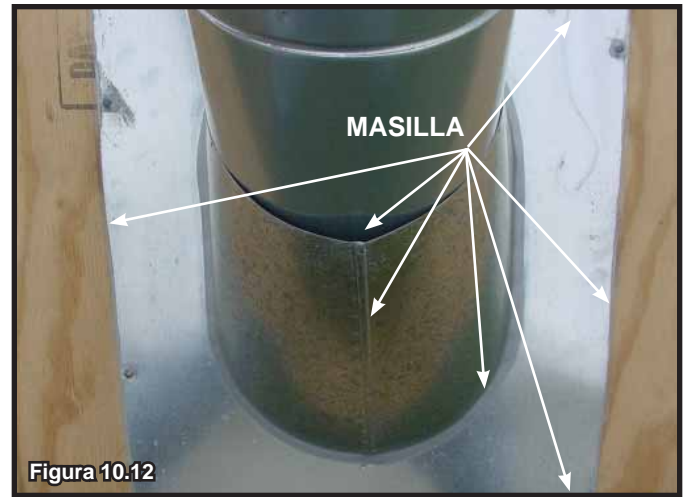

Figura 10.12
- Deslice el tapajuntas para techos sobre las secciones de tubo que se extienden por arriba del techo como se muestra en la Figura 10.12.
- Aplique masilla en el perímetro del tapajuntas en hace contacto con el techo. Consulte la Figura 10.12.